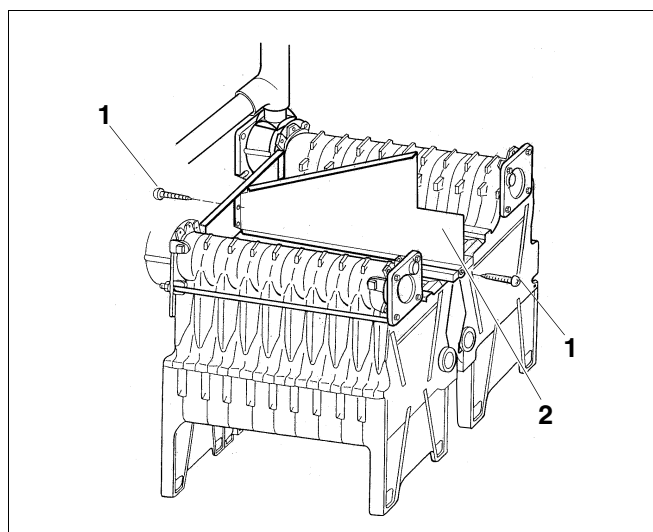

Fig. 34 Visser la cloison de séparation
- Mettre la cloison de séparation en place (fig. 34, **pos. 2**) et visser sans serrer sur le panneau avant et à l'arrière de l'élément intermédiaire avec deux vis à tête plate 3,9 x 9,5 (fig. 34, **pos. 1**).